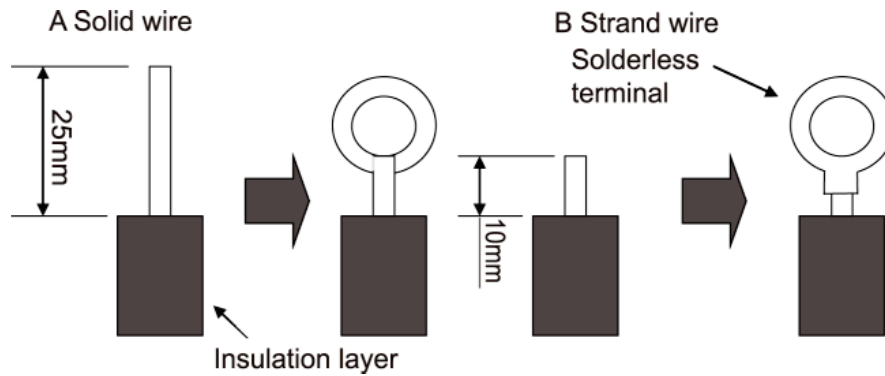

Fig. 26
### (1). For solid core wiring (Fig. 26)
### (2). For strand wiring (Fig. 26)